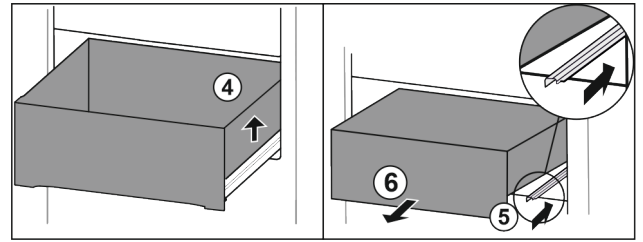

Fig. 160
- ▶ Schubfach rechts anheben. Fig. 160 (4)
- ▶ Rechte Schiene einschieben. Fig. 160 (5)
- ▶ Schubfach nach vorne entnehmen. Fig. 160 (6)